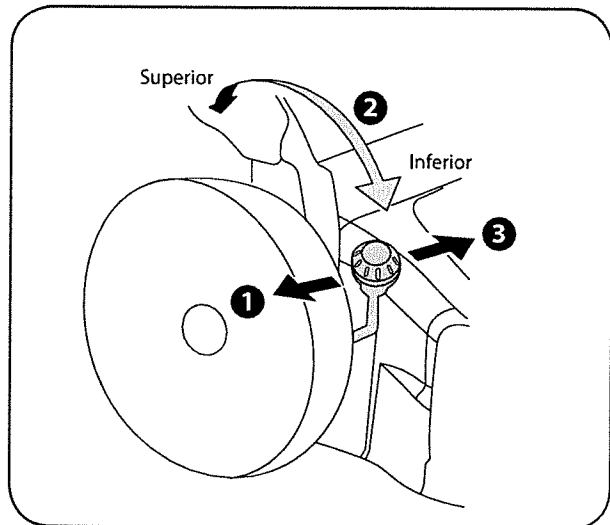

Figura 9
2. Muévela a cualquier de las posiciones para la altura de corte deseado. Vea la Figura 9.